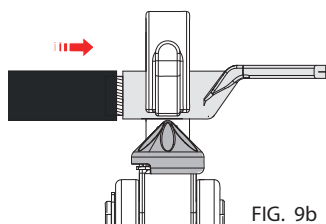

FIG. 9b
- Introducir completamente el conductor en el conector (Ref. a Fig. 9b).